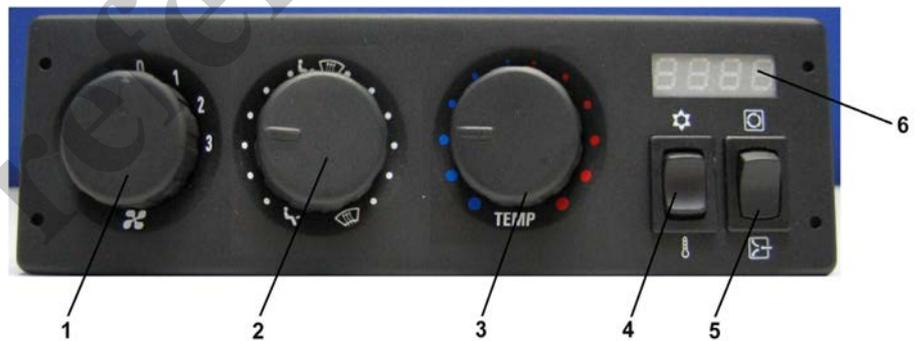

Fig. 78 Elementos del tablero de control del acondicionador de aire automático
Presione el botón del A/A (4) en la Fig. 78 dos veces para activar el sistema de calefacción/acondicionador de aire.
2	Active el soplador (1, Fig. 78) ubicado en el tablero de control derecho.
4	<p>Presione el botón de acondicionador de aire automático (4, Fig. 78) ubicado en el tablero de control</p> <ul style="list-style-type: none"> - Presiónelo una vez rápidamente: Se muestra el estado actual (calefacción o enfriamiento) <p>o</p> <ul style="list-style-type: none"> - presiónelo dos veces: el modo de funcionamiento cambia
5	Ajuste la temperatura deseada utilizando el controlador de temperatura (3, Fig. 78) ubicado en el tablero de control derecho.
1	Presione el interruptor combinado (4, Fig. 78) por más de 5 segundos.